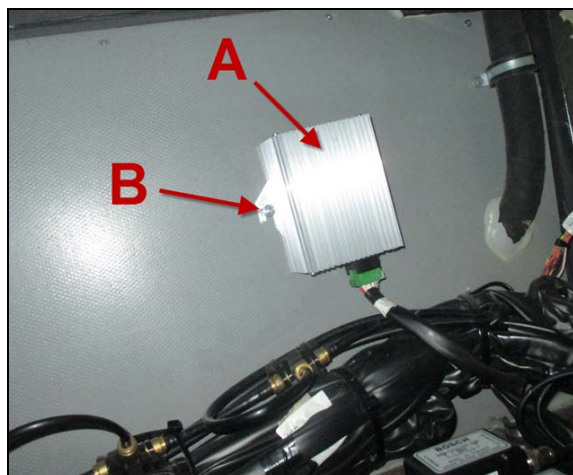

FIGURE 15
24. Installer le convertisseur (item A, Figure 15) sur le mur oblique avec les deux vis auto-perçantes (item B, Figure 15).